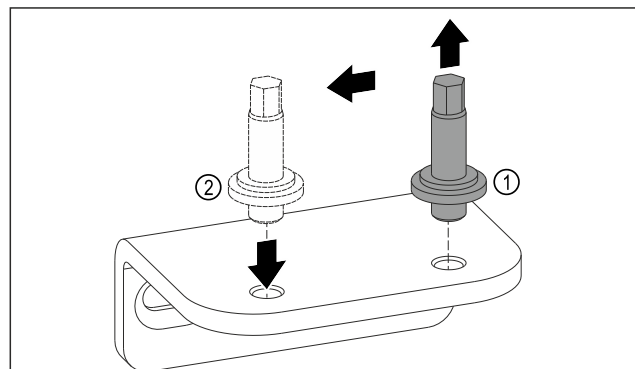

Fig. 13
- Bolzen des unteren Lagerbocks mit Außensechskant-schlüssel SW5 herausdrehen. Fig. 13 (1)
- ▶ Bolzen auf der Gegenseite einsetzen. *Fig. 13 (2)*